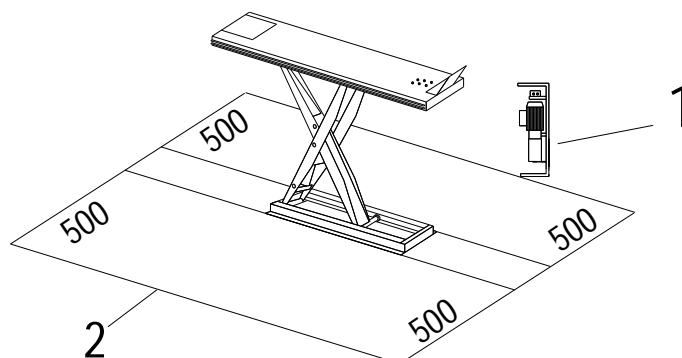

Fig.10
De veiligheidszone (Fig.10) wordt gedeeltelijk bepaald door de afmetingen van de te heffen motorfiets.
Tijdens stijg- en daalbewegingen moet de bediener zich in de bedieningszone (1) bevinden, zoals aangegeven in **Fig.10**. De aanwezigheid van personen in de veiligheidszone (2) is ten strengste verboden.